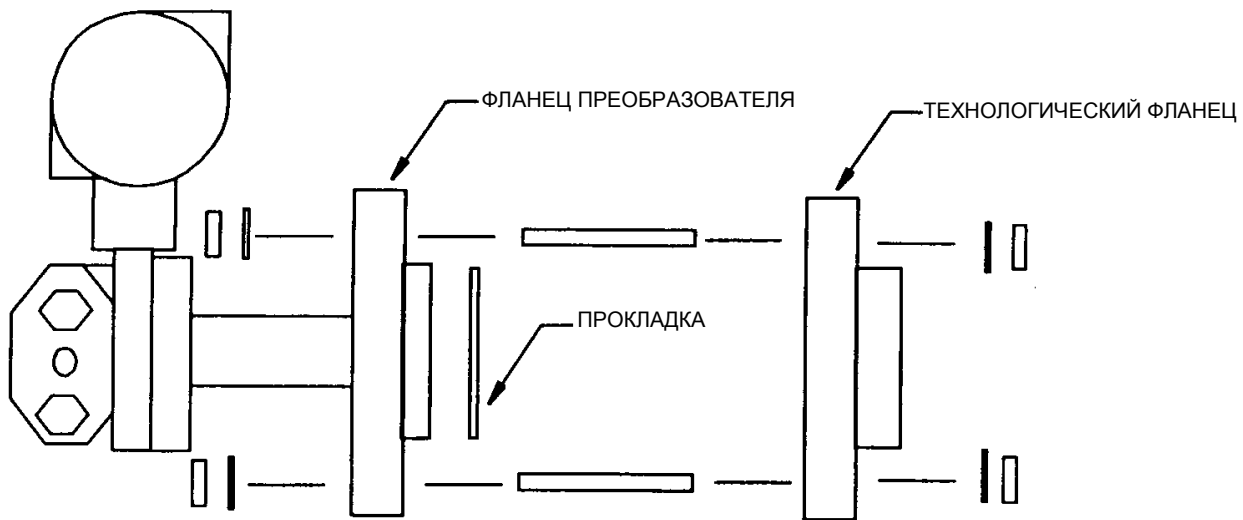

Рис. 3. Схема монтажа преобразователя
Расположите преобразователь вертикально как показано на рис. 3. Постепенно и равномерно затяните гайки на фланце. Фланцевые прокладки, шпильки, гайки и т. д. поставляются пользователем. Необходимые монтажные инструменты и приспособления указаны в стандартах ANSI B16.5 или BS 4504.
1. Если преобразователь устанавливается не в вертикальном положении как показано на рис. 3, необходимо выполнить повторную настройку нулевого выходного сигнала, чтобы устранить влияние положения прибора.